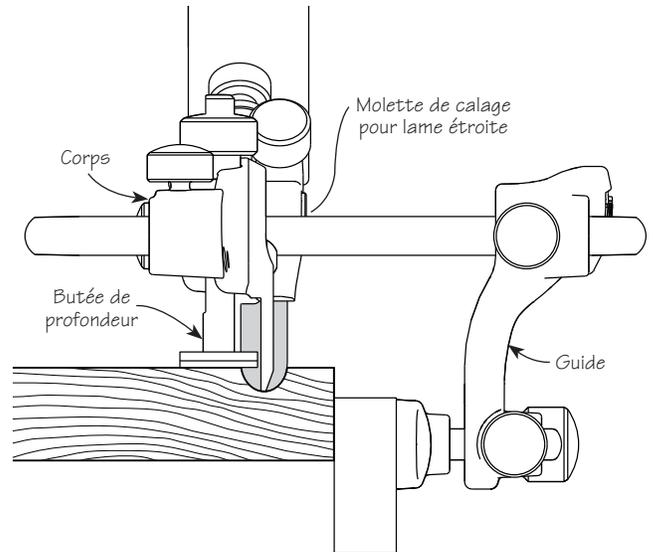

Figure 12 : Réaliser une cannelure
3. Régler la butée de profondeur afin de déterminer la profondeur finale de la cannelure par rapport à la surface de la pièce, comme l'illustre la **figure 12**.